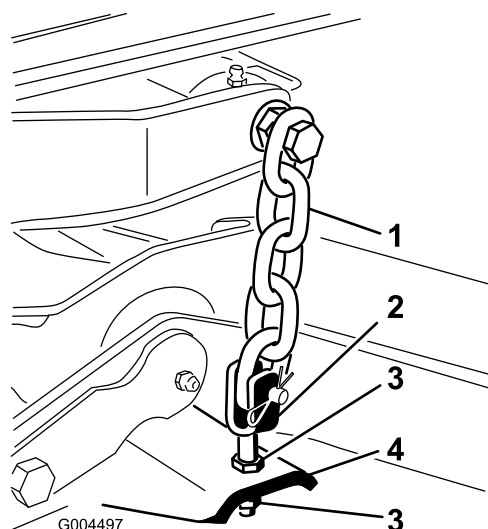

Bild 24
8. Stellen Sie die Klemmmuttern ein, mit denen die Mähwerksgabeln bzw. -ketten am Mähwerk befestigt sind, bis das Mähwerk nivelliert ist (Bild 24).
7. Stellen Sie die Klemmmuttern ein, mit denen die hinteren Mähwerkjoche bzw. -ketten (Bild 24) befestigt sind, um das Mähwerk hinten anzuheben, sodass die Messerneigung auf 8 mm (5/16") eingestellt ist.